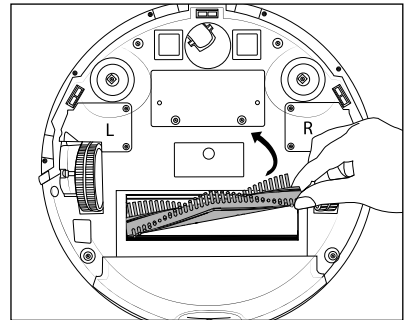

Fig. 15
- ◆ Saisissez le rouleau brosse 18 par le côté droit et sortez-le de l'appareil (voir fig. 15). Retirez les cheveux et la saleté avec la brosette de nettoyage 10.